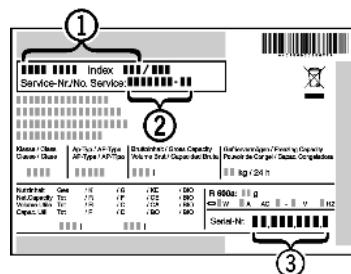

Fig. 46
- Считать обозначение устройства Fig. 46 (1), сервисный номер Fig. 46 (2) и серийный номер Fig. 46 (3) с заводской таблички. Заводская табличка находится внутри устройства слева.